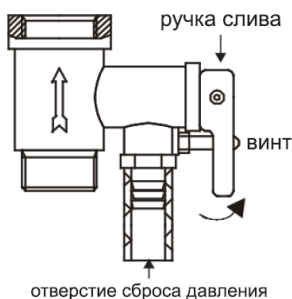

Рисунок 6
4. На входной патрубок, обозначенный голубым цветом и стрелкой направления течения воды, накрутите предохранительный клапан так, чтобы течение воды совпадало с направлением стрелки на корпусе клапана. На отверстие сброса давления предохранительного клапана (см. рисунок 6) оденьте дренажную трубку* для отвода воды (возможно появление при нагревании) в канализацию (трубку необходимо направить строго вниз, запрещено перегибать её).
6. Чтобы слить воду из внутреннего резервуара необходимо, воспользоваться предохранительным клапаном: открутить винт ручки слива предохранительного клапана и перевести ручку слива в верхнее положение, при этом кран выхода горячей воды должен быть открыт, а кран подачи холодной воды в водонагреватель должен быть перекрыт (см. рисунок 6). Из отверстия сброса давления предохранительного клапана потечет вода.